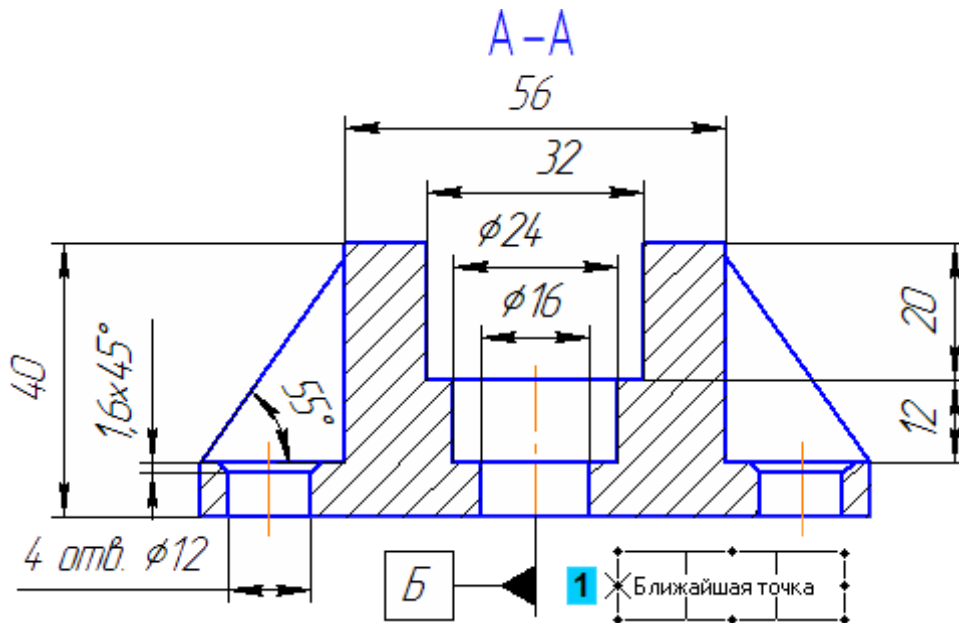

Рисунок 69.
- На таблице допуска появятся точки, из которых можно начать ответвление. Укажите левую среднюю точку (точка 1) (рис. 69).